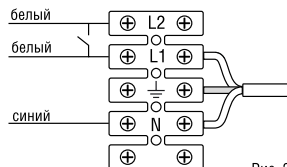

Рис. 2
- Ввести сетевые провода через отверстие в корпусе и подключить к клеммной колодке на панели в соответствии с указанной маркировкой клеммы L, N, \perp , как показано на Рис. 2. Желто-зеленый кабель присоединить к клемме, обозначенной знаком \perp . Заземление обеспечивается креплением клеммной колодки на зацеп. Клемма L2 предназначена для реализации вкл/выкл внешнего выключателя светильника. Проверить надежность электрических соединений.